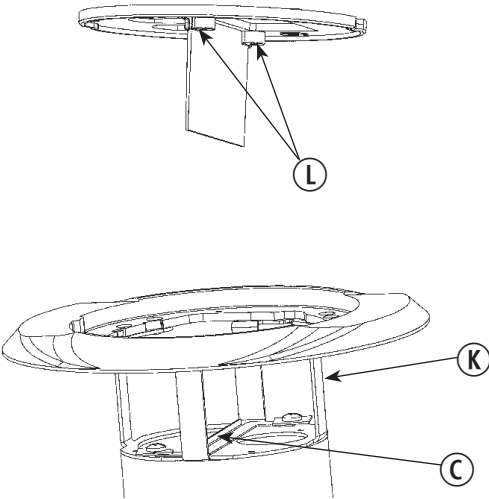

Fig. 3
- If sub-plate (B) requires installing GFCI, Surge or other receptacles with a mounting offset, use spacers provided (E) and attach receptacle.
- If sub-plate (B) contains Keystone data ports, always use blank modules provided (D) if ports are not being used.
- If sub-plate (B) is provided with power/data divider (H), make sure it has been installed in accordance with Hubbell SystemOne instructions.
- If sub-plate (B) contains duplex mountings, mount each duplex receptacle from underside of sub-plate using (2) #6-32 screws provided. Apply a thin film of silicone or RTV to screw threads before installing. Torque to 10-15 in-lbs.
- If sub-plate (B) with attached power/data divider is being installed in S1PTAVFIT poke-through (K) per Figure 3:
- If divider is installed with studs (L) on the power side, divider extension (C) is required. Ensure wires do not contact edges of extension. Otherwise divider extension (C) may be removed if desired as follows: Loosen both retaining screws ½ turn. Remove the divider extension by rotating it counterclockwise. After removal, retighten retaining screws to 10-15 in-lbs.
5. Align cutout in sub-plate (B) with notch in flange (F), and drop in place.
- Lorsqu'il faut fixer à la sous-plaque (B) un DDFT, un dispositif de protection contre les surtensions transitoires ou une autre prise aux bords décentrés, utiliser les cales (E) fournies pour monter la prise.
- Lorsque la sous-plaque (B) comprend des ports de données Keystone, toujours utiliser les dispositifs d'obturation (D) fournis pour condamner les ports non utilisés.
- Lorsque la sous-plaque (B) comprend un séparateur (H) pour l'énergie et les données, s'assurer qu'il est installé conformément aux directives du SystemOne de Hubbell.
- Lorsque la sous-plaque (B) comprend des dispositifs doubles, monter chaque prise double à partir de l'intérieur de la sous-plaque avec les deux (2) vis n° 6-32 fournies. Appliquer une mince pellicule de silicone ou de RTV sur les filets des vis avant de fixer. Serrer à un couple de 1,13 à 1,74 N•m.
- Lorsque la sous-plaque (B) munie d'un séparateur pour l'énergie et les données est montée dans une traversée de plancher S1PTAVFIT (K) comme à la Figure 3 :
- Lorsque le séparateur est fixé à l'aide de goujons (L) du côté énergie, une rallonge (C) de séparateur est requise. S'assurer que les fils ne touchent pas aux bords de la rallonge. La rallonge (C) de séparateur peut être retirée au besoin comme suit : Desserrer les deux vis de retenue de 1/2 tour. Retirer la rallonge de séparateur en la faisant tourner dans le sens contraire des aiguilles d'une montre. Après le retrait, serrer à nouveau les vis à un couple de 1,13 à 1,69 N•m.
5. Aligner la découpe dans la sous-plaque (B) avec l'encoche du collet (F) puis insérer.